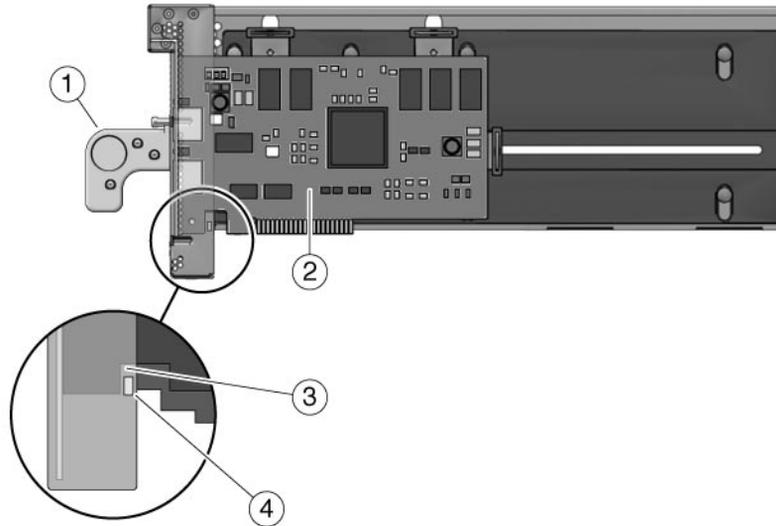

FIGURE 3-12 Encoche de la carte sur la barre de positionnement
- b. Placez l'encoche (élément 3 au bas de la FIGURE 3-12) sur la face avant de la carte sur la barre de positionnement (élément 4 dans FIGURE 3-12). La barre de positionnement se trouve dans l'angle inférieur gauche de la paroi du chariot.